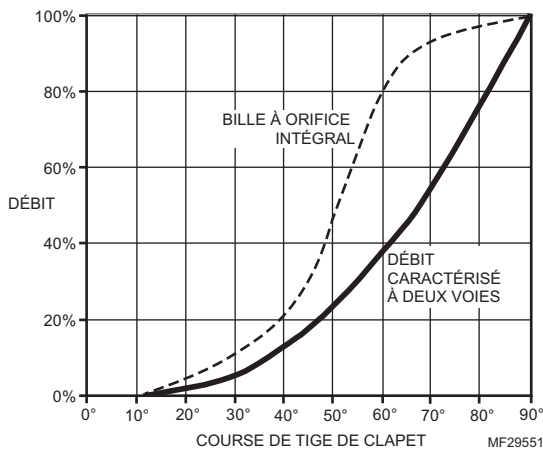

Fig. 33. Caractéristiques de débit types.
1. Avec l'actionneur modulant, limiter la plage de tension de commande du contrôleur d'automatisation de bâtiment. Les clapets avec inserts de commande de débit ont des caractéristiques d'égal pourcentage (voir la Fig. 33). Chaque réduction de 10 % de la tension de commande maximale entraîne une réduction de 10 % du débit.
2. Pour limiter mécaniquement la course, régler l'actionneur à accouplement direct en position complètement ouverte. Desserrer l'accouplement de l'arbre et faire tourner l'arbre du clapet à la position de débit maximum désirée, telle que confirmée par la mesure de pression du serpentin, en utilisant les données du fabricant du serpentin. Resserrer l'accouplement de l'arbre. Utiliser la Fig. 33 comme guide de réglage de la course de l'actionneur.